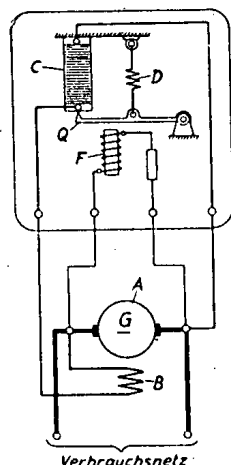

Abb. 6
3. Bei mittelbarer Regelung (Feldregelung Abb. 6, 7 und 8); Kohlesäule im Feldkreis eines Generators, seiner Erregermaschine, eines Motors oder in einem sonstigen Steuerkreis.